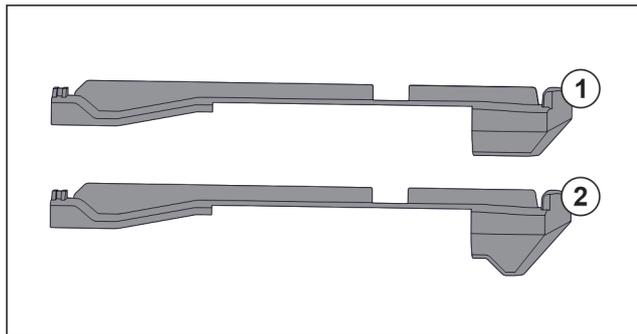

Fig. 108 Сравнение вставных частей
В устройстве находятся две разные вставные части. Вставная часть над самым нижним выдвижным ящиком Fig. 108 (2) имеет треугольную кромку. Все прочие вставные части Fig. 108 (1) имеют прямую кромку.
- ▶ Установите вставную часть Fig. 108 (2) с треугольной кромкой над самым нижним выдвижным ящиком.
- ▶ Установите вставную часть Fig. 108 (1) с прямой кромкой на все прочие места.